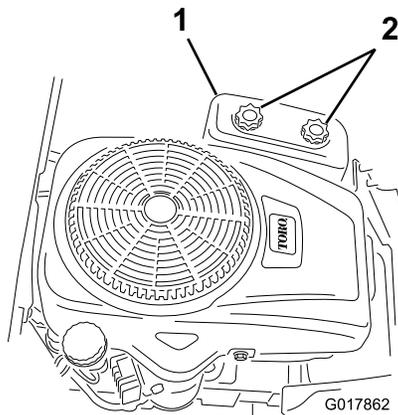

Figure 16
3. Déposez le couvercle du filtre à air en desserrant les 2 boutons (Figure 16).
4. Remettez le couvercle du filtre à air en place et serrez les 2 boutons (Figure 16).